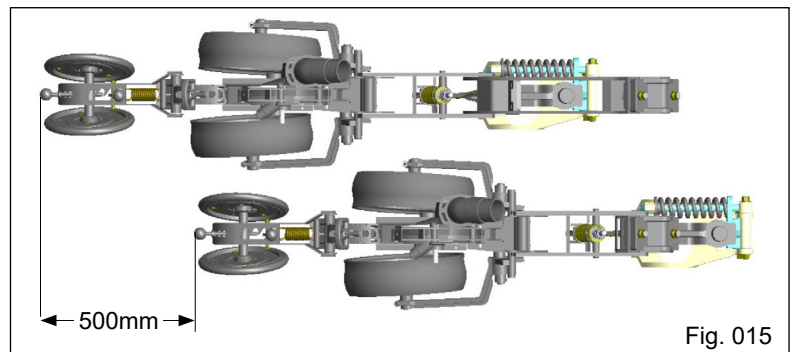
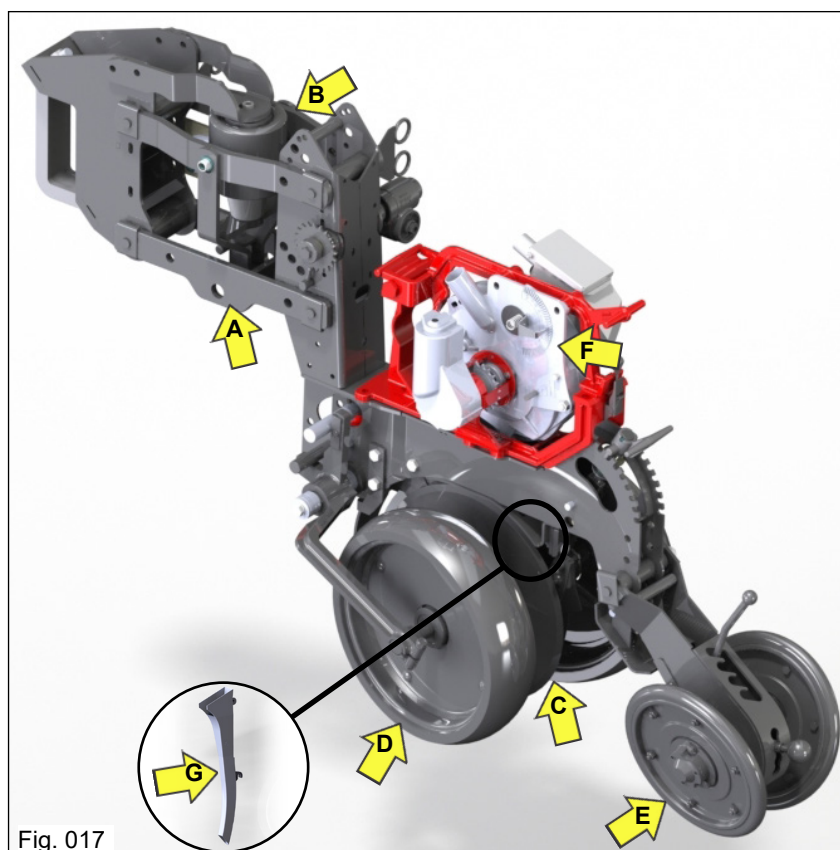

Fig. 015
Fig. 017
As unidades de plantio possuem dois modelos (Fig. 017), unidades curtas e unidades longas, permitindo desta maneira a montagem intercalada, ou seja, desencontradas uma em relação à outra a 500 mm (zig-zag) (Fig. 015), facilitando o fluxo de palhadas e restos culturais entre linhas nas operações de trabalho. A diferença entre uma linha e a outra, consiste somente nas garras de fixação, sendo que na unidade longa a garra de fixação é alongada "A".
- Menor comprimento - mais suavidade e estabilidade mesmo em terrenos irregulares. Montadas no tubo porta ferramentas, ficam posicionadas desencontradas umas das outras. Possui (Fig. 017):